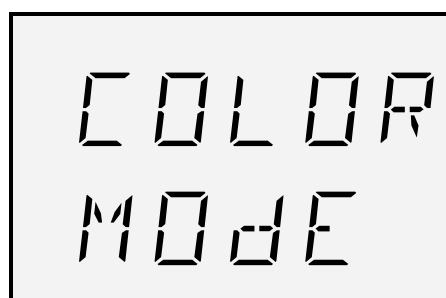

Fig. 11: Visualizzazione "Modalità luce colorata"
19. Con il tasto ◀ uscire dal menu. Viene visualizzata la schermata "Modalità luce colorata"(Fig. 11).